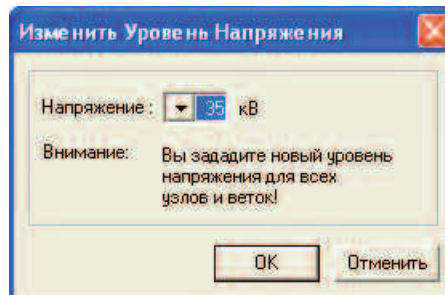

Рис. 58
- Выбрать команду **Изменить Уровень Напряжения**, открывается диалог (рис.58), и выбрать новый уровень напряжения из представленного списка.